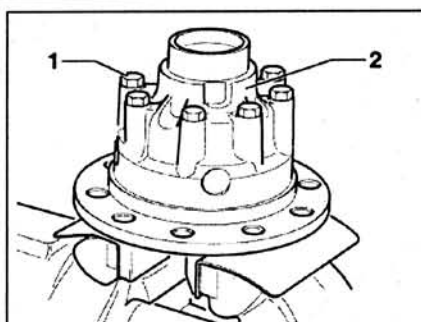

Рис. 4.104. Открутите болты крепления 1 и снимите крышку 2.
3. Открутите болты крепления 1 и снимите крышку 2 (рис. 4.104).